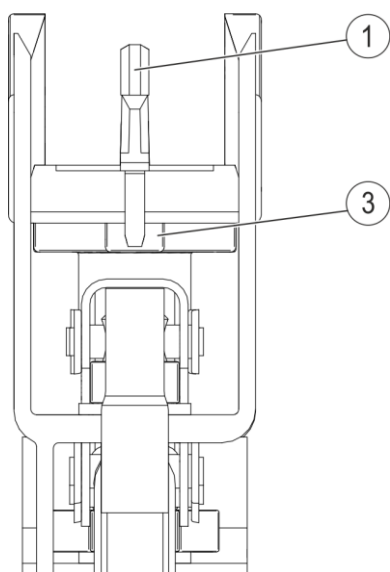

Fig. 130 : Le contact glissant (pos. 1) se trouve dans la tôle de contact (pos. 3)
- Le contact glissant (pos. 1) doit être inséré entre la tôle de contact (pos. 3) et ne doit pas se trouver à côté de la tôle de contact (voir Fig. 130).